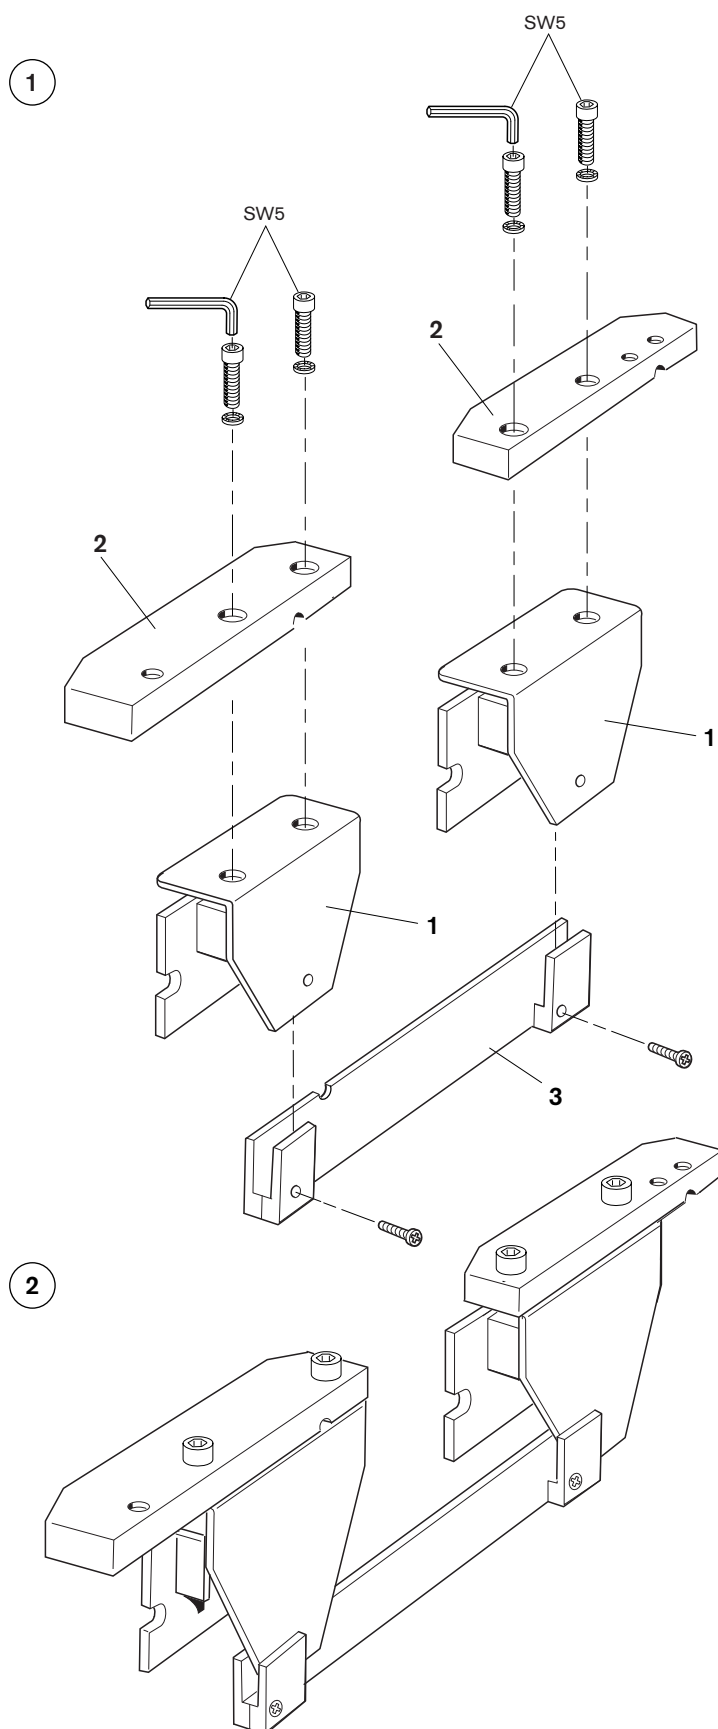

Fig. 5
1 Anschlagleisten (2) nach Fig. 5 auf beide Wippgrundkörper (1) montieren. Verbindungsleiste (3) mit Blechschrauben an Wippgrundkörper schrauben.
1 Mount stop rails (2) acc. to Fig. 5 onto both rocker bodies (1). Fasten connecting strip (3) to rocker bodies using sheet metal screws.
1 按照 Fig. 5 将止挡板 (2) 安装在两个摇板架 (1) 上。然后把连接板 (3) 用螺钉安装在摇板架上。